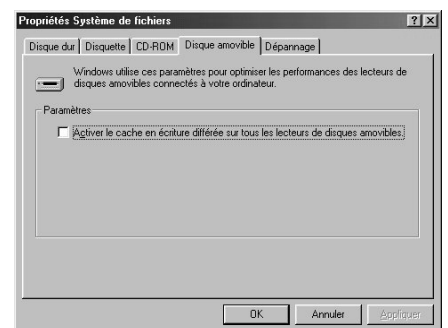

Figure 8. La feuille Disque amovible de la boîte de dialogue Propriétés Système de Fichier.
6. Dans la boîte de dialogue Propriétés Système de Fichier, cliquez sur l'onglet Disque amovible. Windows 98, en retour, affiche la feuille Disque amovible, présentée en **figure 8**.